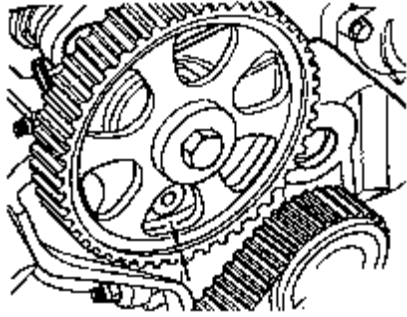

图 4-90 凸轮轴齿形带安装位置
②安装凸轮轴齿形皮带轮。如图 4-90 所示，检查凸轮轴齿形带的安装位置，凸轮轴齿形带轮的窄幅板朝前（图 4-90 箭头），可看见 1 缸上止点标记。